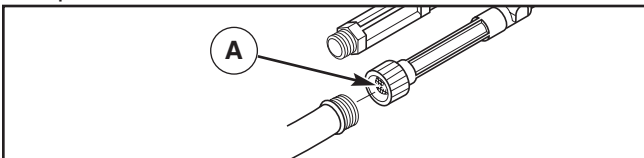

Figura 6 — Conectar la manguera del jardín a la entrada de agua
3. Antes de que conecte la manguera de jardín a la entrada de agua, inspeccione el colador de la entrada (A) (Figura 6). Limpie el colador si tiene residuos o solicite su remplazo si está dañado. NO haga funcionar la máquina limpiadora a presión si el colador de la entrada está dañado.
5. Conecte la manguera de jardín (no exceder 50 pies en la longitud) a la entrada del agua. Apriete con la mano (Figura 6).